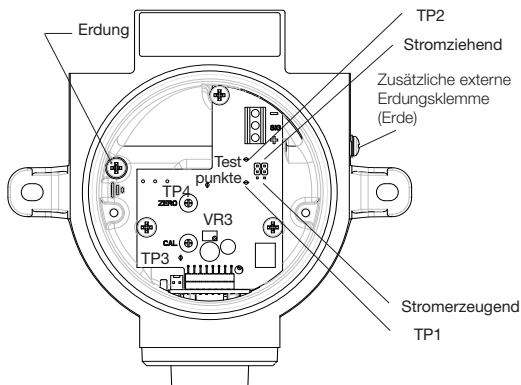

Abbildung 14: **Xgard** Typ 6, FBG-Anordnung
Alle Anschlüsse werden über die Klemmschrauben an der FBG im Anschlusskasten vorgenommen. Die Anschlusspunkte sind mit '+', 'sig' und '-' gekennzeichnet, und beim Anschluss des Detektors an eine Kontrolleinheit ist auf die korrekte Polarität zu achten. **Xgard** Typ 6 ist ab Werk als stromziehendes Gerät ausgelegt, sofern bei der Bestellung nicht anderweitig angegeben. Um das Gerät auf stromerzeugend umzustellen, Anschlusskasten öffnen und die beiden Steckverbindungen an der Verstärker-FBG von "stromziehend" auf "stromführend" umstellen, wie in Abbildung 14 dargestellt.
Hinweis: Das interne Erdungsterminal (siehe Abbildung 14) soll als Erdungsmittel für den **Xgard**-Gasdetektor verwendet werden. Das externe Erdungsterminal (siehe Abbildung 14) ist nur ein zusätzlicher Verbindungsanschluss, und ist nur dort zu verwenden, wo die örtlichen Behörden eine solche Verbindung erlauben bzw. vorschreiben. Um die Radiofrequenz-Schnittstelle zu beschränken, sollten der Anschlusskasten und die Kabelbewehrung an der Kontrolleinheit geerdet werden. Es ist dafür Sorge zu tragen, dass die Erdableitung nur in einem sicheren Bereich vorgenommen wird, um Erdfehlerschleifen zu vermeiden.
5. Bevor mit der Kalibrierung des Detektors begonnen werden kann, muss der thermische Leitfähigkeitssensor abgeglichen werden. Hierzu Deckel der FBG entfernen und digitales Voltmeter (DVM) an die mit 'TP3' und 'TP4' markierten Testpunkte an der Verstärker-FBG anschließen, wie in Abbildung 14 dargestellt. Das DVM ist auf den Gleichstrom-mV-Bereich einzustellen.
6. DVM erneut an die mit 'TP1' und 'TP2' gekennzeichneten Testpunkten an der Verstärker-FBG anschließen, wie in Abbildung 14 dargestellt.